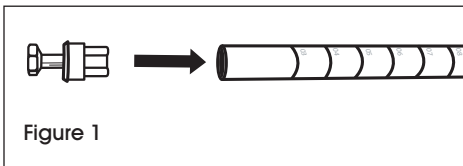

Figure 1
1. Assurez-vous que le montant est placé comme illustré. (Voir figure 1)